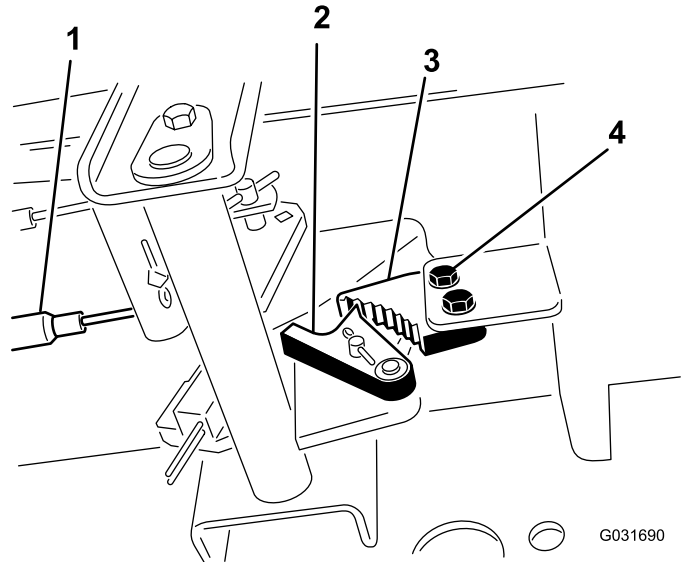

図 72
1. 駐車ブレーキのツメをフレームに固定しているねじ2本をゆるめる図 72。
2. ブレーキのツメが戻り止めに完全に掛かるまで駐車ブレーキペダルを前に踏み込む図 72。